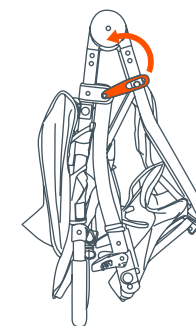
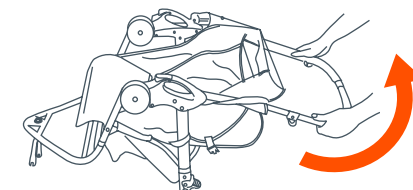

Fig. 1a
Fig. 1b
- 1) • Déverrouillez le levier de desserrage (Fig. 1a) et déployez le cadre de la poussette en tirant la poignée vers le haut jusqu'à ce que le cadre se bloque en place (Fig. 1b).